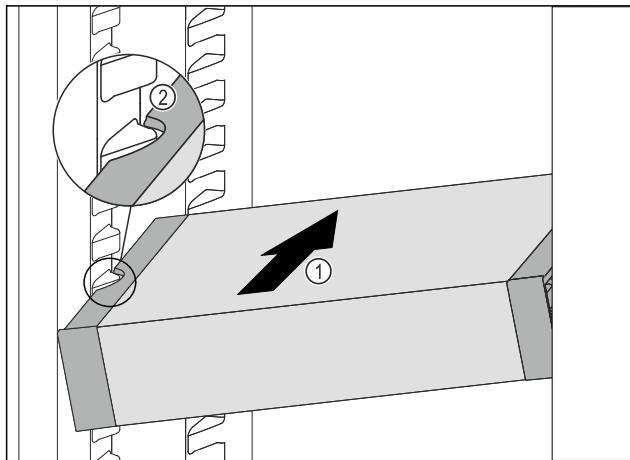

Fig. 36
- Вставити VarioSafe під кутом в охолоджувальне відділення Fig. 36 (1), доки бокові поглиблення Fig. 36 (2) VarioSafe не будуть на рівні ребра для резервуара в охолоджувальному відділенні.